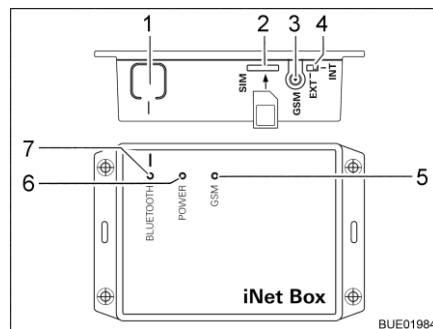

Fig. 83 Truma iNet-Box
- Appuyer sur la touche BLUETOOTH (Fig. 83,1) sur l'iNet-Box pendant 1 seconde. La Truma iNet-Box est visible pendant env. 2 minutes dans le terminal mobile (nom : "Truma iNet-Box"). Durant ce laps de temps, la DEL BLUETOOTH (Fig. 83,7) clignote.
- Introduire la mini-carte SIM qui a son propre numéro de téléphone et un crédit suffisant avec précaution comme illustré dans l'emplacement (Fig. 83,2) de la Truma iNet-Box jusqu'à ce qu'elle s'enclenche. La DEL rouge GSM (Fig. 83,5) doit clignoter en permanence. Si la DEL rouge s'éteint au bout de 20 secondes : contrôler la mini-carte SIM.